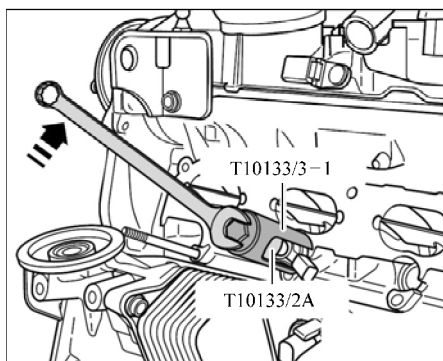

图 19-13 拉出喷油器
- 8) 将扳手沿图 19-13 箭头所示方向轻轻旋转螺栓，直至拉出喷油器。